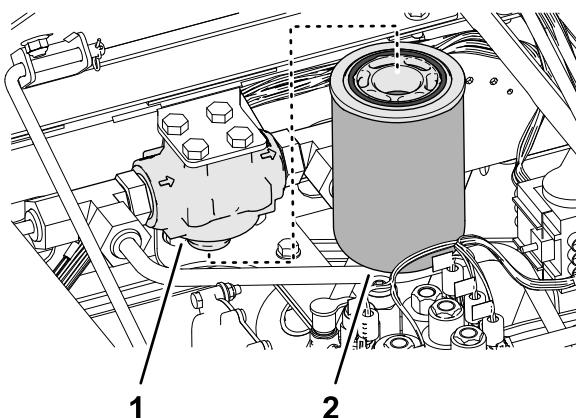

Bild 152
3. Reinigen Sie den Bereich um den Ladefilter und den Filterkopf (Bild 152).